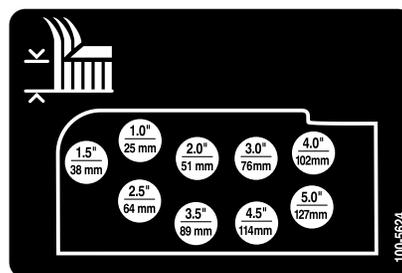

Рисунок 18
- Закрепите цепи для изменения высоты скашивания в требуемом отверстии высоты скашивания (Рисунок 18) с помощью шплинтуемого штифта и игольчатого шплинта.